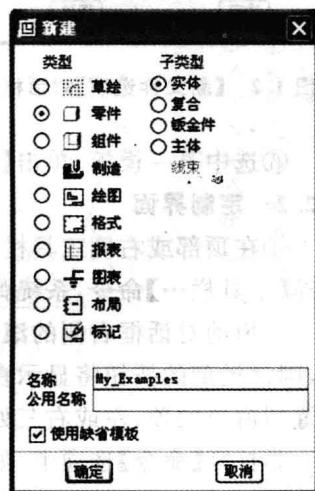

图 1.1 【新建】对话框
- ②掌握 Pro/ENGINEER Wildfire 4.0 文件菜单的操作和 Pro/ENGINEER Wildfire 4.0 的启动与退出方法。
- ③了解 Pro/ENGINEER Wildfire 4.0 的工作界面、各种菜单、命令按钮的使用方法。
- ④掌握工作目录的设置方法。
- ①在 D 盘新建一个 PTC 文件夹。
- ②在【开始】菜单启动 Pro/ENGINEER。
- ③选择【文件】菜单下的【设置工作目录】命令,则可出现【选取工作目录】对话框。
- ④在【查找范围】下拉选择框中选择目录。我们选择驱动器“D:\”,并双击,选择驱动器“D:\”下的目录“PTC”文件夹。
⑤选择好要设置的目录后,单击【确定】按钮,完成当前工作路径的设置。
⑥选择【文件】|【新建】命令,或者单击标准工具栏上的新建按钮,则会出现【新建】对话框,在该对话框中选择类型为【零件】,子类型为【实体】。
⑦在【名称】文本框中输入要创建的文件名 My_Examples,如图 1.1 所示。
⑧单击【确定】按钮,在当前工作目录“D:\PTC”中生成一个文件名为 My_Examples 的零件模块中的图形文件。
⑨直接选择【文件】|【保存】命令或者单击标准工具栏上的  按钮,系统会在信息窗口中出现文本框,用于确认文件名,一般情况下,此文件名不需改动,直接取用新建时所取的文件名。